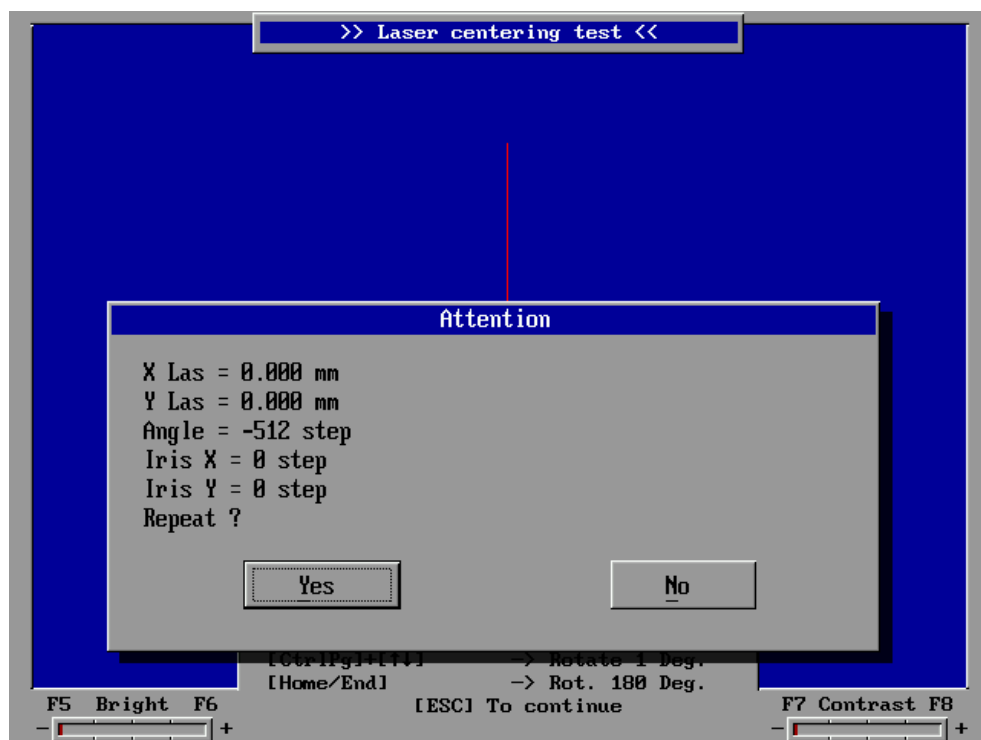

Рис. 3.28 Окно Результаты лазерного центрирования
- Затем нажмите ESC. На монитор выводятся данные центрирования (**Рис. 3.28**):